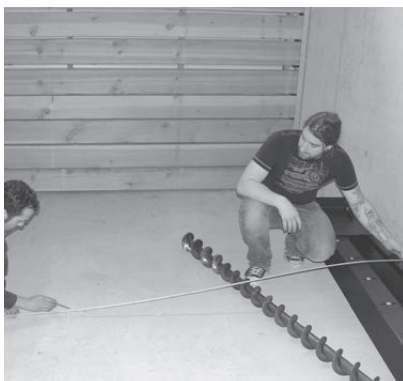

Fig. 119 Montageposition aus der Anlagenplanung durch Ausmessen ermitteln und markieren
- Im Lagerraum die Montageposition aus der Anlagenplanung durch Ausmessen ermitteln und markieren – Fig. 119.